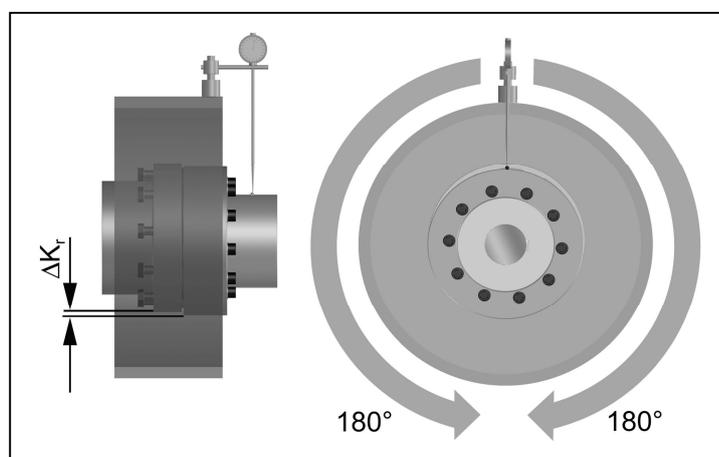

Bild 7
- Vermessen Sie eine ganze Umdrehung (360°). Ermitteln Sie dabei die größte Abweichung  $\Delta K_{r1}$  sowie die kleinste Abweichung  $\Delta K_{r2}$  (Bild 7).